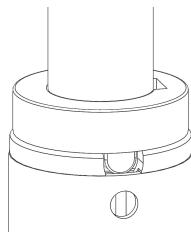

Figura 29 – Bloqueo del soporte para la botella de oxígeno
2. Gire y bloquee el soporte para la botella de oxígeno en el manguito para accesorios (Figura 29).